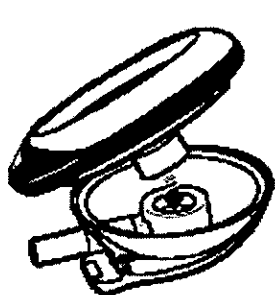

Figura 1
1. Encaixar o manômetro no adaptador (Figura 1).